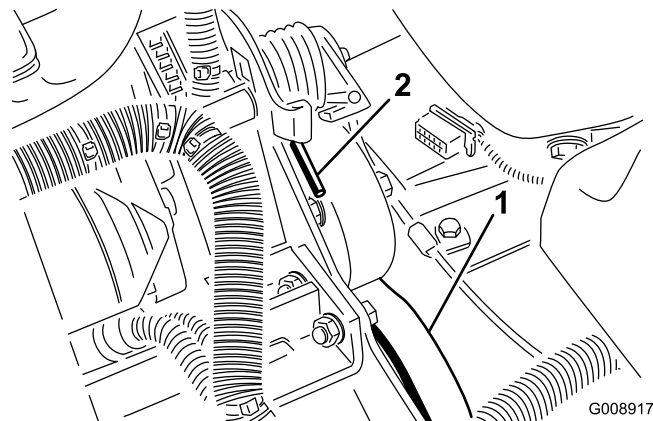

Рисунок 73
2. Нажмите вниз и вперед на конец пружины (Рисунок 73), чтобы вывести ее из зацепления с кронштейном и снять натяжение пружины.